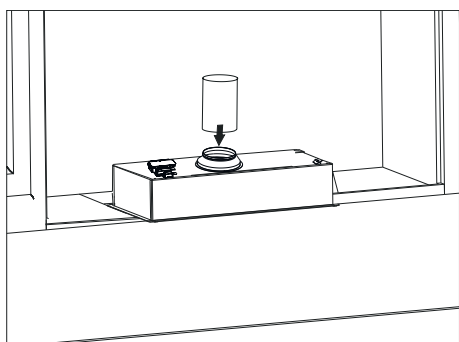

Fig. 11
3. ➤ Montera utsugskanalen på stosen och spänn fast denna (Fig. 11).